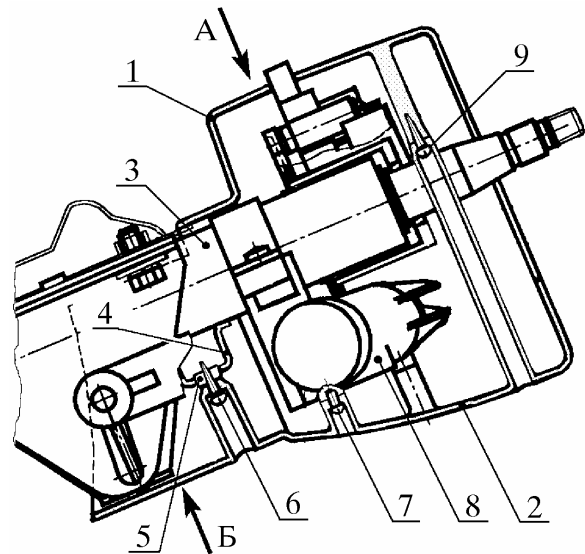

Рис. 7. Снятие кожухов
4.8. Снять верхний и нижний кожухи 1, 2 (рис. 7) с колонки 3 рулевого управления, вывинтив два винта 9 крепления верхнего кожуха к нижнему, два винта 6 крепления нижнего кожуха к скобе 4 колонки и один винт 7 крепления к корпусу 8 замка зажигания.